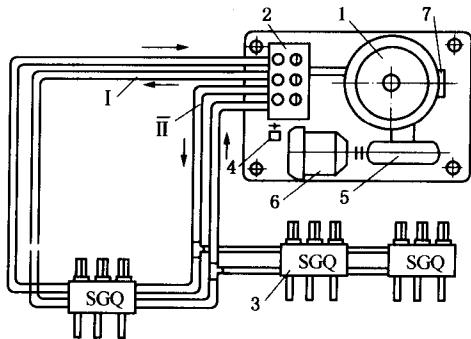

图 1-1-3 环式自动干油集中润滑系统
① 直接系统。直接系统是用泵的行程直接控制供脂量。它的主要控制元件为凸轮和往复运动的活塞。这种泵每一次行程可以润滑 12 个以上的润滑点。但这种泵的制作较间接系统的阀要复杂些。
② 流出(端流)式自动干油集中润滑系统。流出式自动干油集中润滑系统，可供给更多的润滑点和润滑点分布范围较宽的地方，尤其是面积呈现长条形(如轧钢设备中的辊道组)的机器。
③ 环式(回路式)自动干油集中润滑系统。环式自动干油集中润滑系统如图 1-1-3 所示。